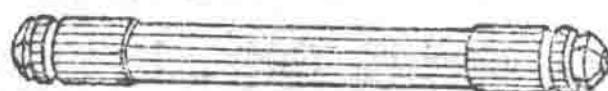

图 1-12 拿子
**拿子**（图 1-12）：主要用于夹紧和拿住需要进行加工的钢丝或轮轴。